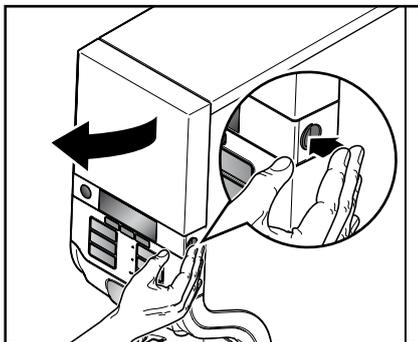

Abb. 21
1. Öffnen Sie die Gerätetür. (Abb. 21)